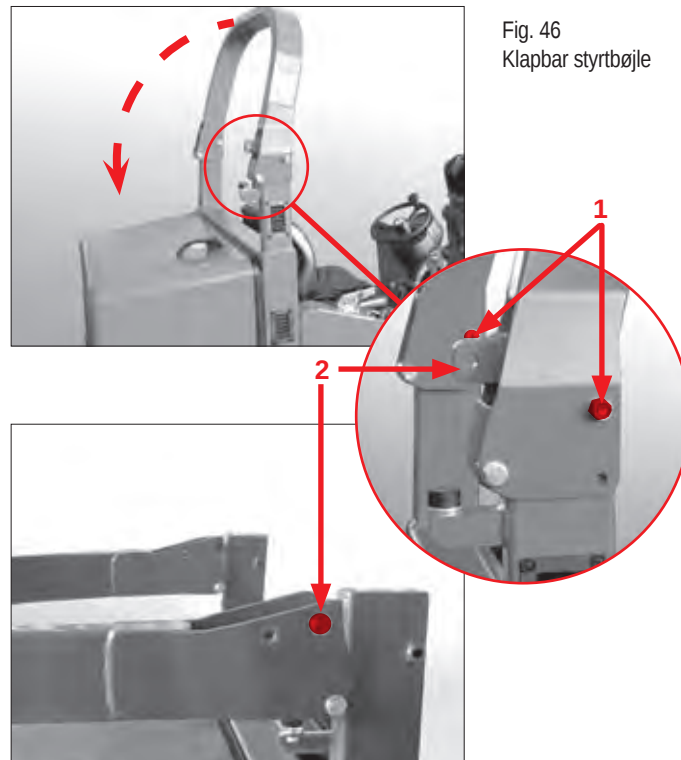

Fig. 46
1. Fjern skruerne pos. 1 (Fig. 46/A)
2. Klap styrtbøjlen bagud og ned (Fig. 46).
3. Fastgør styrtbøjlen med en skrue på lasken (Fig. 46/B).
Klap styrtbøjlen tilbage i omvendt rækkefølge, når den nedklappede stilling ikke er nødvendig længere. Spænd sikringsmøtrikkerne til skruerne pos. 1 (Fig. 46) fast igen, så de ikke kan løsne sig af sig selv.